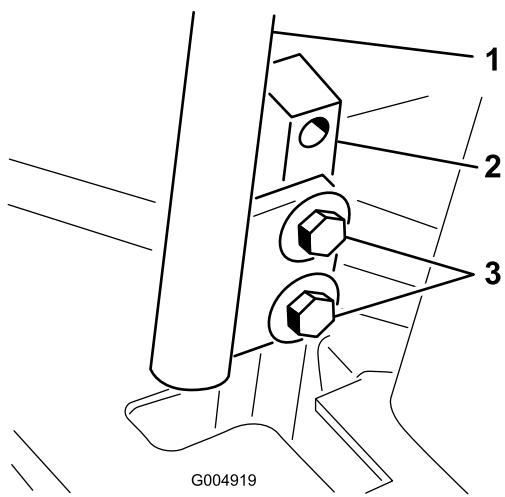

Figura 61
3. Solte os parafusos que prendem as alavancas de controlo (Figura 61).